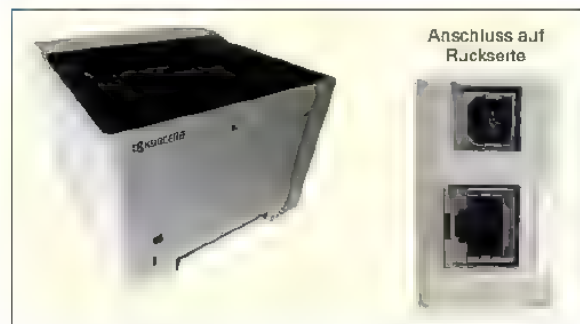

Bild 3: Netzwerkdrucker
3. Anstatt einen Printservers (**Bild 2**) zu verwenden ist es besser, einen netzwerkfähigen Drucker (**Bild 3**) einzusetzen.
b) Welche zusätzliche Möglichkeit für den Anschluss an einen PC bietet der Netzwerkdrucker (**Bild 3**)?